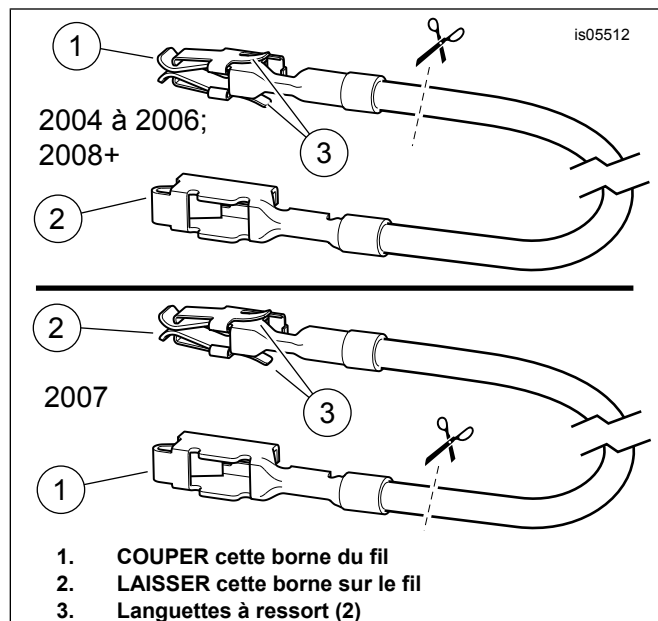

Figure 12. Fil adaptateur de bloc fusibles (modèles FL Touring)
- Prendre le fil adaptateur orange/blanc (15) du bloc fusibles dans le kit. **Pour les modèles de 2004 à 2006** : Bien noter la borne à chaque extrémité (voir Figure 12, **vue de dessus**). Seule la borne **SANS les languettes à ressort** convient à la cavité de fusible. Couper avec soin la borne **AVEC** les languettes à ressort du fil et la jeter. **Pour les modèles 2007** : Bien noter la borne à chaque extrémité (voir Figure 12, **vue de dessous**). Seule la borne **AVEC les languettes à ressort** convient à la cavité de fusible. Couper avec soin la borne **SANS** les languettes à ressort du fil et la jeter.